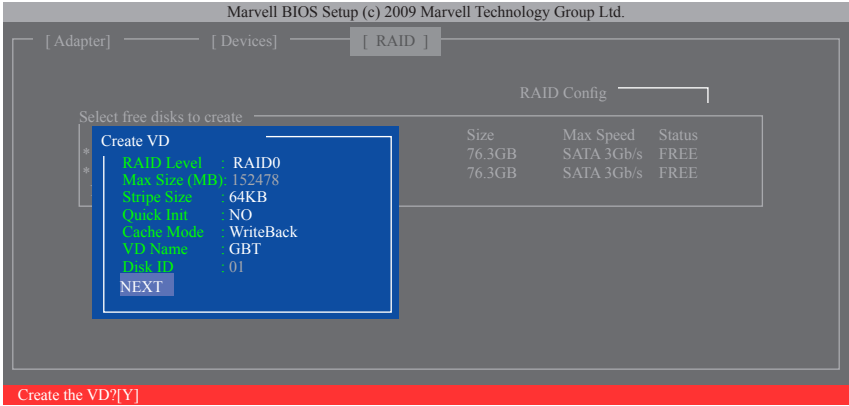

図 8
6. **NEXT:** 上の設定を完了した後、**NEXT** に移動して<Enter>を押しアレイの作成を開始します。確認を求められたら、<Y>を押して確認するか <N> を押してキャンセルします(図 8)。